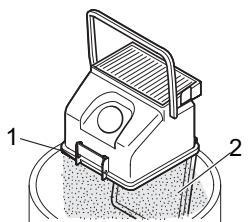

Abb. 25
4. Öffnen Sie die Verriegelung (Abb. 25/1). Der Boden (Abb. 25/2) öffnet sich und der Staub rieselt in den Müllbeutel.